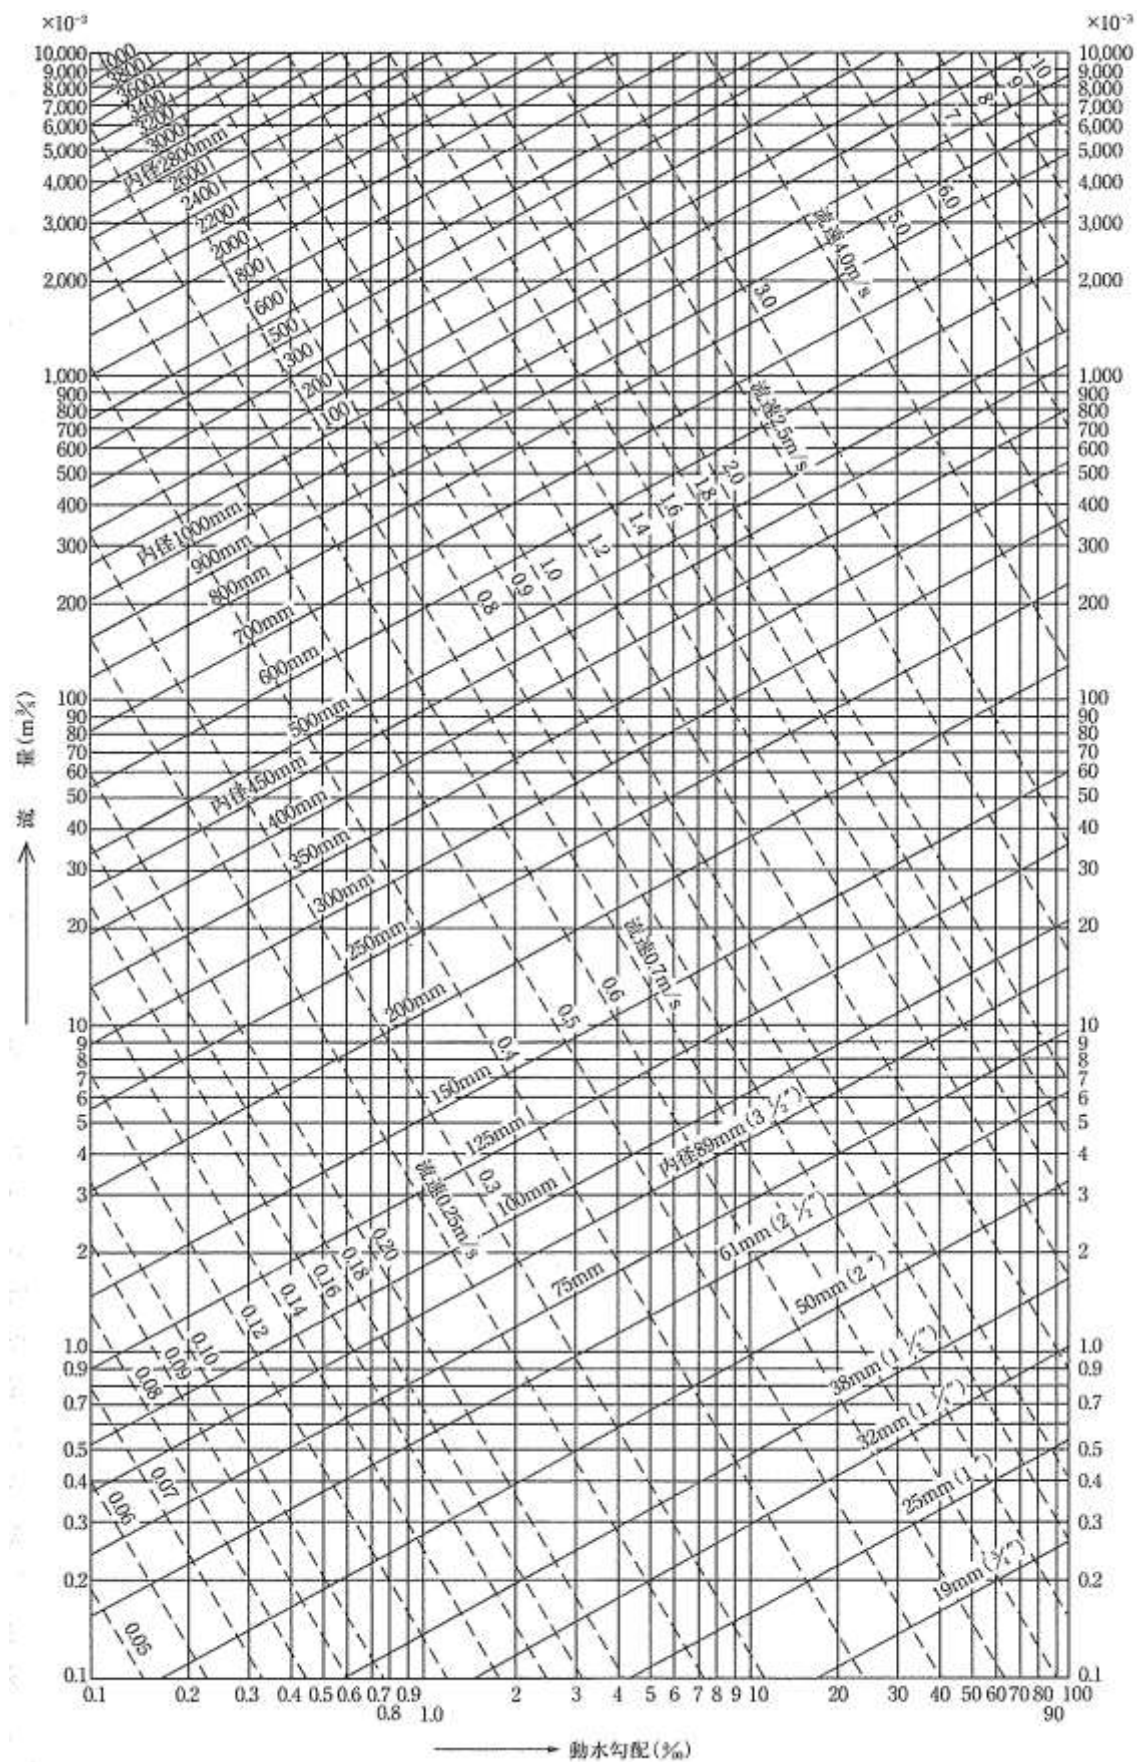

図 2.2-3 ヘーゼン・ウィリアムス公式流量図
- ② 75mm以上の場合は、ヘーゼン・ウィリアムス (Hazen・Williams) 公式 (図 2.2-3 に流量図を示す) によること。